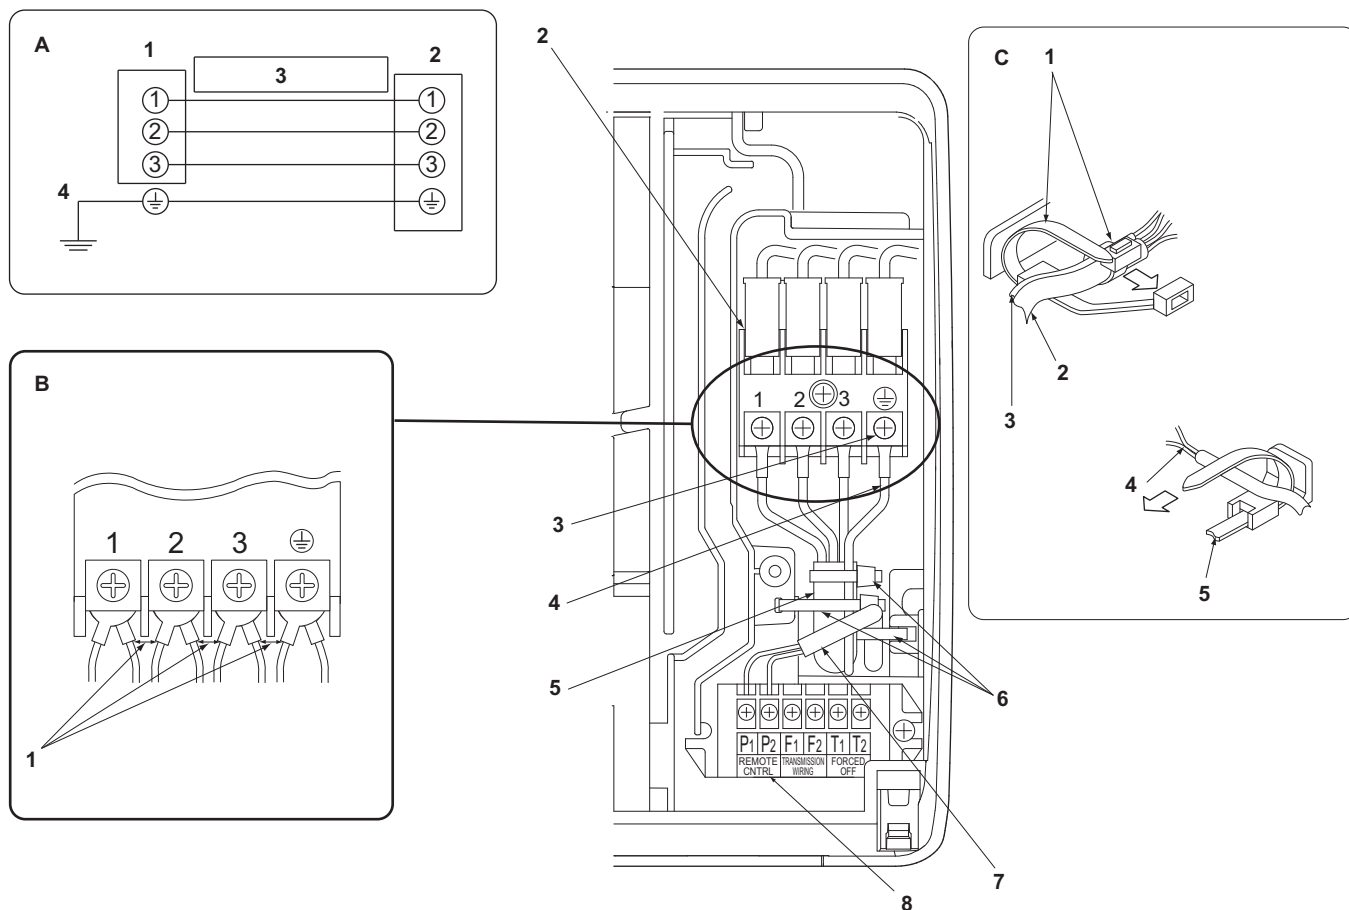

Bild 21
Anslut kablage mellan enheter och jordkabel som dras in i enheten i steg "5. INSTALLERA INOMHUSENHETEN". När du gör detta, dra ihop strömkablar och jordkablar med den medföljande klämman (liten) (4) och fäst dem sedan rejält med den medföljande klämman (liten) (4). **(Se bild 21)**
När du gör detta ska du säkra fjärrkontrollkablaset ordentligt med den medföljande klämman (liten) (4). **(Se bild 21)**